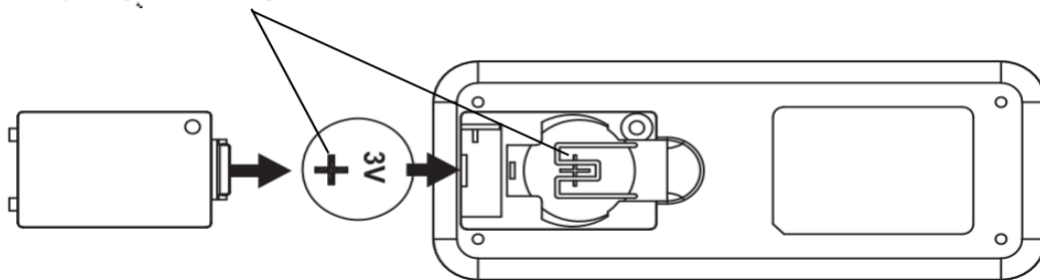

Fig. 8b
3. 배터리칸 커버를 제거하고, 3V CR2032 배터리 1개를 삽입하고, 이 때 +가 표시되어 있는 부분을 반드시 위로 향하게 삽입하여야 합니다. (Fig. 8b)